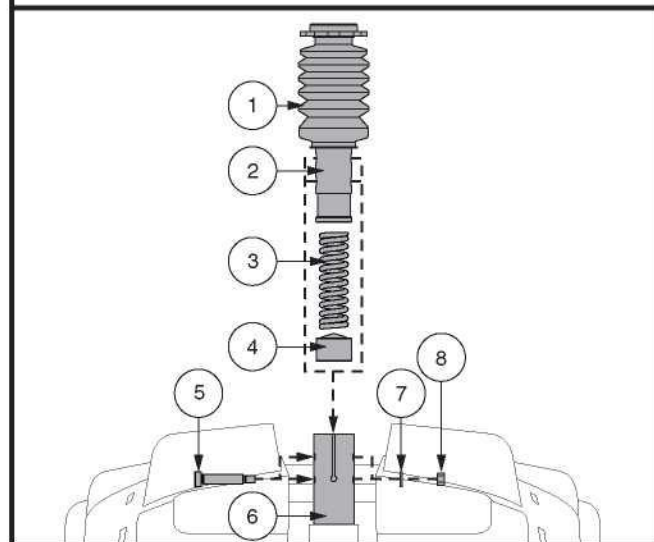

Figure 22. Réglage Hauteur du Siège - Montant du Siège Comfort
4. Poussez vers le bas le montant du siège tout en desserrant et en enlevant le boulon à épaulement, la rondelle et l'écrou. **Voir la figure 22.**
6. Installez le ressort de confort désiré. **Voir la figure 22.**